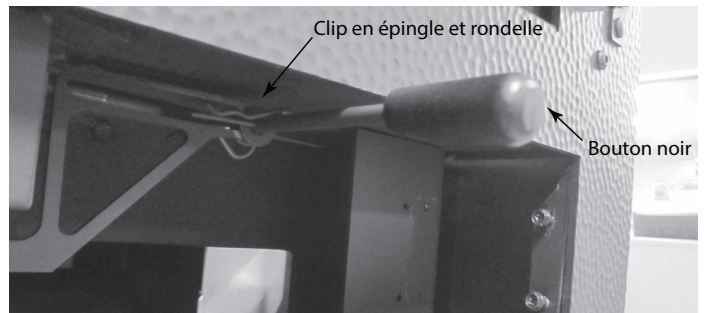

Figure 4.28 Retrait de la poignée
- Dévissez et retirez le bouton noir. Voir la figure 4.28.
- Tirez et retirez le clip en épingle à cheveux et la rondelle sur la tige. Voir la figure 4.28.